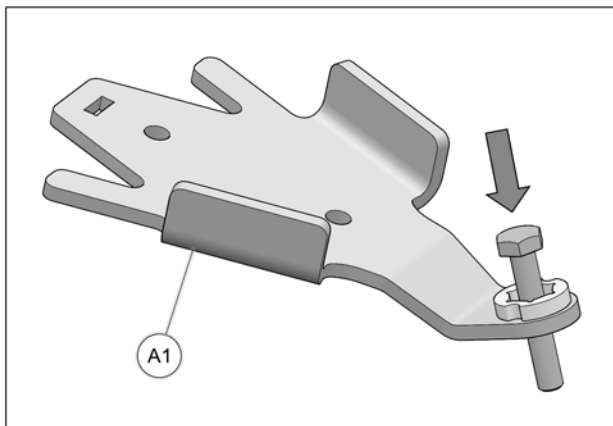

Fig. 12
4. Insérer un boulon à l'extrémité de chacun des ancrages de suspension avant (A1). Fig. 12